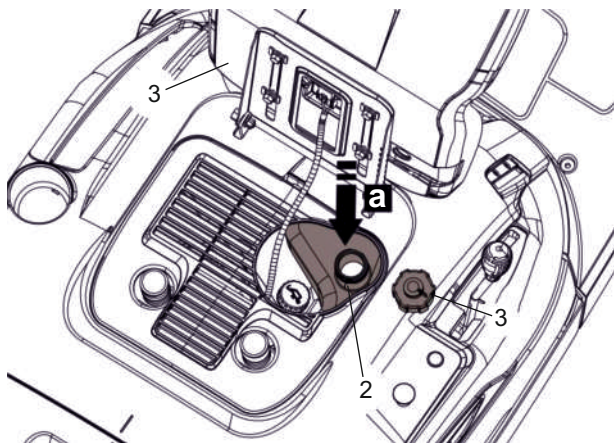

Рис. 16
3. Сложите сиденье (рис. 16/1) вперед и откройте крышку моторного отсека.
4. Откройте крышку топливного бака (рис. 16/3).
5. Залейте (рис. 16/а) топливо в бак через горловину (рис. 16/2).
6. Закройте крышку топливного бака (рис. 16/2).
7. Закройте крышку моторного отсека и откиньте сиденье (рис. 16/1) назад в рабочее положение.